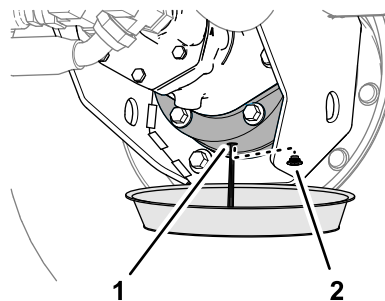

Figura 95
- Amplasai o tavă de golire sub carcasa frânei, îndepărtați buonul de golire i lăsați lubrifiantul să se scurgă complet (**Figura 95**).